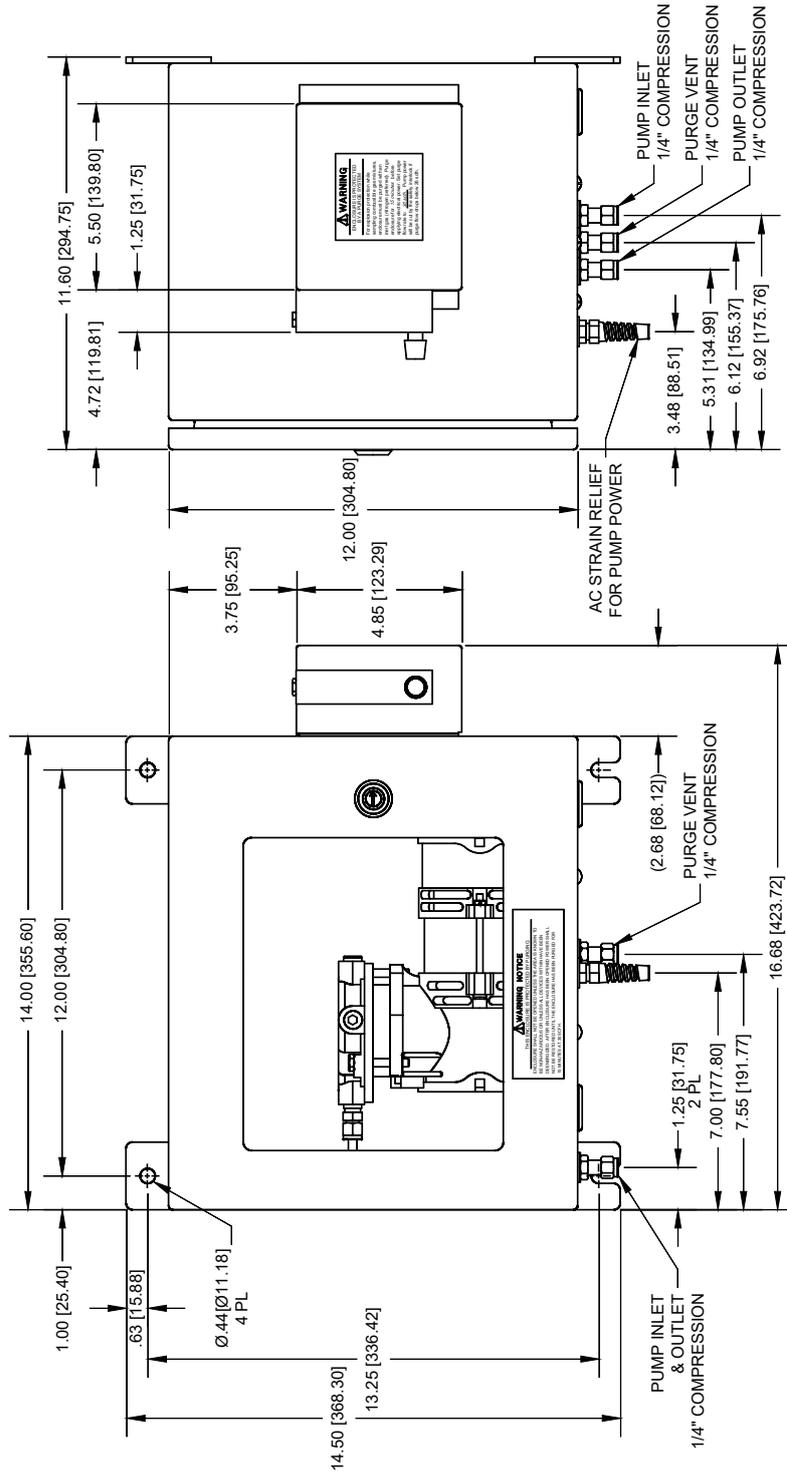

图 78: 泵吹扫选件
- 如果配备了真空泵，则提供配有氮气箱吹扫的外壳，以保持安全状态。此外，还提供了一个联锁装置，用于检测和应对氮气吹扫流量的损失。请参见第 80 页上的图 78。
- 如果分析仪配有选装真空泵，则泵壳必须安装在附近的墙上或是与分析仪共用的机架内。请参见第 80 页上的图 78。